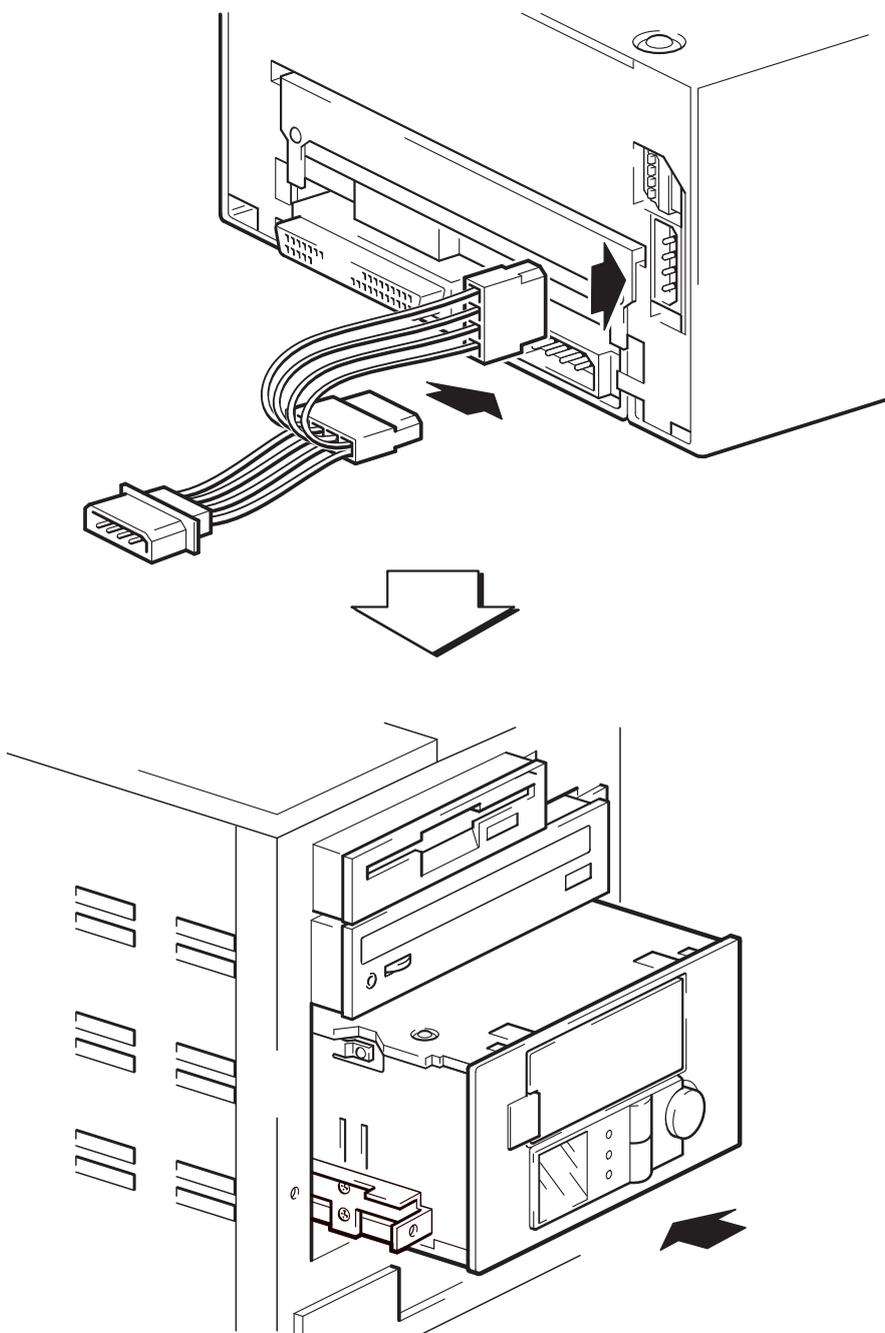

Figura 8: conectar o cabo Y e instalar a unidade
- 1 Ligue os conectores-fêmea de alimentação do cabo em Y a dois soquetes de alimentação do autoloader, como mostra a figura 8.
- 2 Deslize o autoloader para dentro da baía aberta, alinhando a bandeja ou trilhos com as ranhuras na baía, como mostra a figura 8.